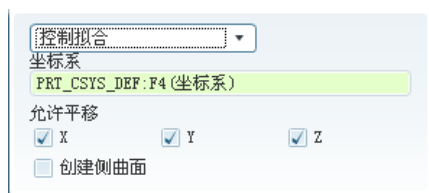

图 6.2.36 选择“控制拟合”
- ☑ **控制拟合**：在指定坐标系下将原始曲面进行缩放并沿指定轴移动，以创建“最佳拟合”偏距。要定义该元素，选择一个坐标系，并通过在“X 轴”“Y 轴”“Z 轴”选项之前放置检查标记，选择缩放的允许方向（图 6.2.36）。